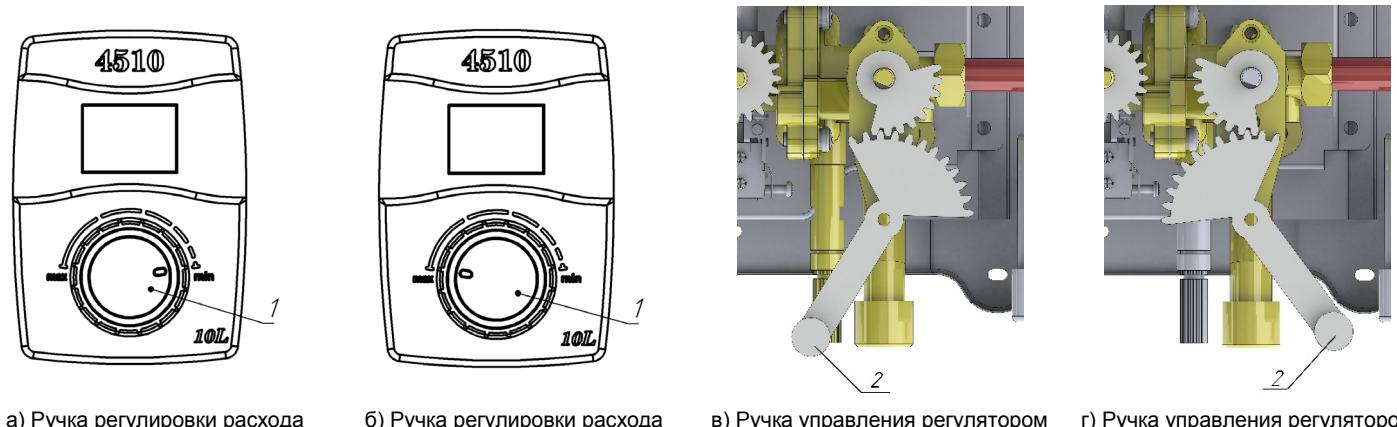

Рисунок 2. Положения ручек регулировки аппарата
- рекомендуется повернуть ручку 1 в положение минимального расхода газа, а ручку 2 в положение максимального расхода воды (рис. 2).
3.2.1. Регулировка температуры воды при её установленном расходе через аппарат производится поворотом ручки 1 регулировки расхода газа (рис. 2): поворот ручки в положение “Максимальный расход” увеличивает расход газа и температуру воды на выходе аппарата, поворот ручки в положение “Минимальный расход” уменьшает расход газа и температуру воды на выходе аппарата.